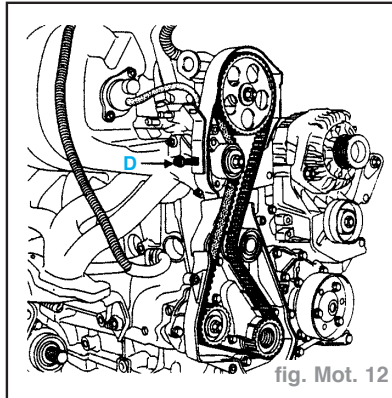

fig. Mot. 12
- Prétendre la courroie de distribution en vissant une vis (D) sur le carter intérieur de distribution (fig. Mot. 12).